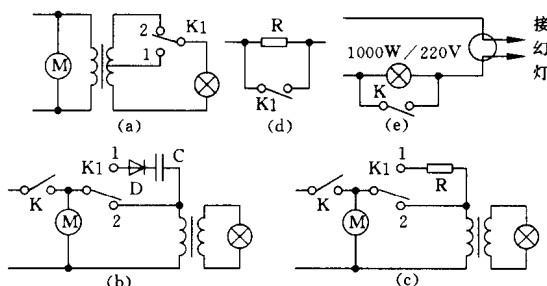

图 1-4 幻灯机灯泡寿命延长的几种方法
(1) 中心抽头法：如图 1-4- (a)，因幻灯机电源变压器次级线圈有一中心抽头，故可将原电路中 K1 移到次级，改变灯泡两端电压值。
(2) 电容分压法：如图 1-4- (b)，C 是 400V10 μ F 或 4.75 μ F 日光灯电容，K1 接 1 时，灯泡两端电压为 4V 左右，从而起到预热作用，此法元件价格较高，但能耗少，且安装方便（D 是 1N4007，为防止 K1 转换时 C 放电而装置）。
(3) 电阻分压法：在机外电源上加装一个船型或双掷拨动开关，并利用机内的单刀双掷开关 K1 将增加的电阻 R（300W 电阻或 150W、300W 电熨斗芯）串入电路即可（见图 1-4- (c)）。如果 K1 是单刀单掷开关，可按图 1-4- (d) 连接。
(4) 自制备用电源插头，原理与方法（3）相似，只是不改幻灯机电路，见图 1-4- (e)。K 断开时，幻灯机灯泡两端电压为 3V 左右，同样可以起到预热的作用。